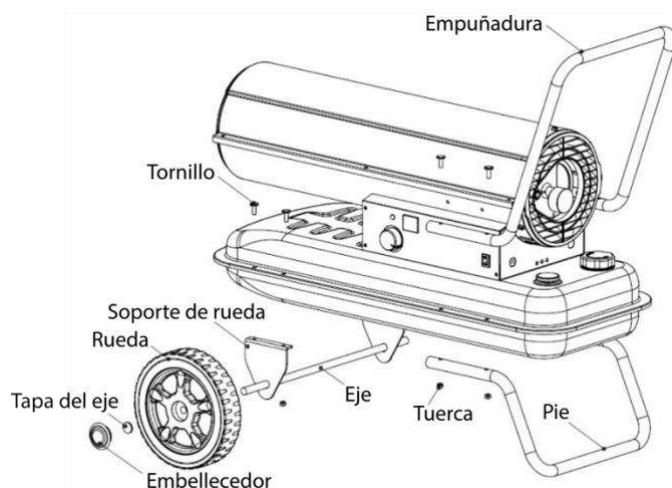

Figura 3. Montaje de la empuñadura y las ruedas.
3. Coloque la empuñadura y el pie a la altura de los orificios del depósito de combustible; inserte los tornillos en los orificios y apriételos firmemente con una herramienta adecuada. Véase **figura 3**.